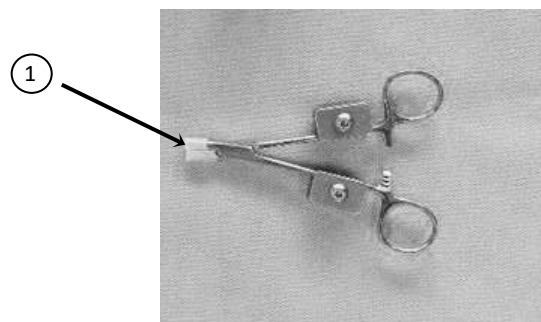

Figure 16. Segments de tube en polymère insérés sur la pince hémostatique
3. Découper deux segments de tube en polymère (emballé avec le cathéter de pose principal) et les insérer sur les pointes de la pince hémostatique comme illustré sur la Figure 16 (1).